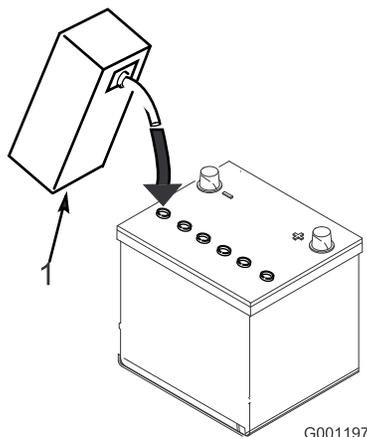

図 10
3. 各セルに慎重に電解液を満たす。電極板が 6 mm 程度水没するぐらいが適当 (図 10)。
4. 電極板が液を吸収するまで 20~30 分間程度待つ。必要に応じて、電極板が 6 mm 程度水没するぐらいに電解液を補充する (図 10)。